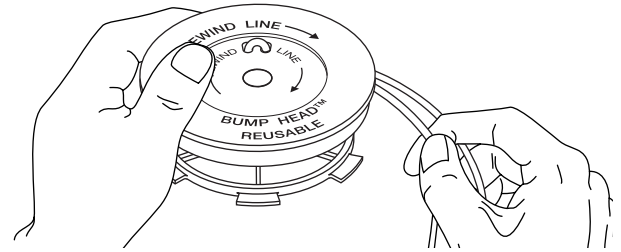

Fig. 17
- Enroulez les fils en couches uniformes serrées sur le moulinet (Fig. 17). Enroulez le fil dans le sens indiqué sur le moulinet intérieur. Placez votre index entre les deux fils pour les empêcher de se superposer. Ne superposez pas les extrémités du fil. Passez à l'étape 11.
1. Retirez les quatre vis retenant le couvercle (Fig. 17). Servez-vous d'un tournevis à mèche T20 Torx.